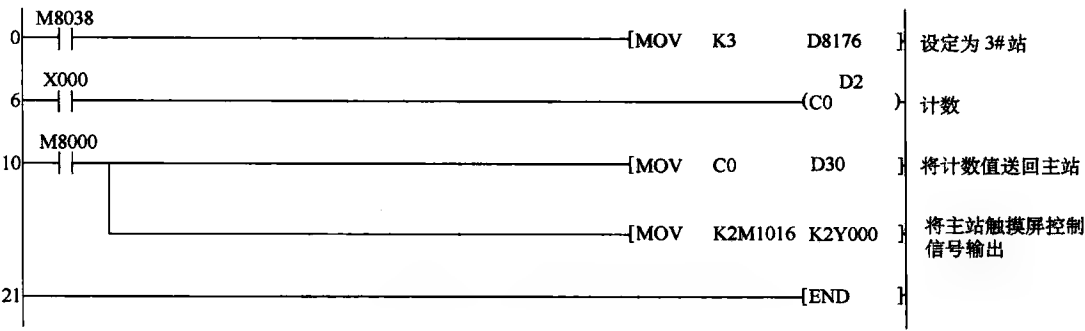

图 8-43 PLC RS485 通信接 3#站程序
(6) 3#站控制程序 PLC RS485 通信接 3#站程序如图 8-43 所示。